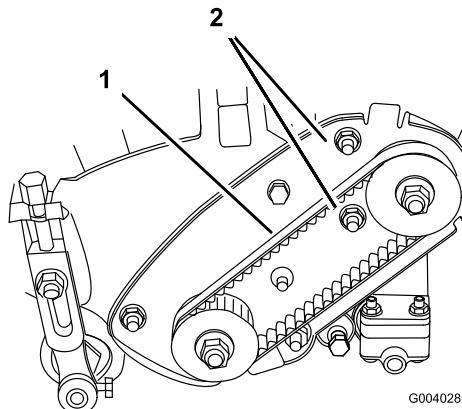

Figura 32
- Afloje las tuercas de montaje del alojamiento del cojinete (Figura 32)
- Sin variar el ajuste de la llave dinamométrica, apriete las tuercas de montaje del alojamiento del cojinete (Figura 32). No tense demasiado la correa.